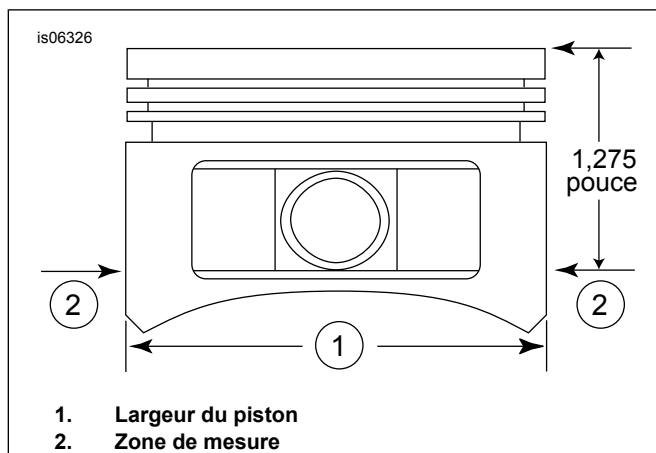

Figure 2. Dimensions du piston
- Voir Figure 2. Mesurer la largeur du piston (1), à 90 degrés horizontalement des deux côtés du trou d'axe de piston et à 1,275 pouce vers le bas à partir de la surface (supérieure) du piston (2). Voir le tableau 20 pour le jeu piston-cylindre à cet endroit.